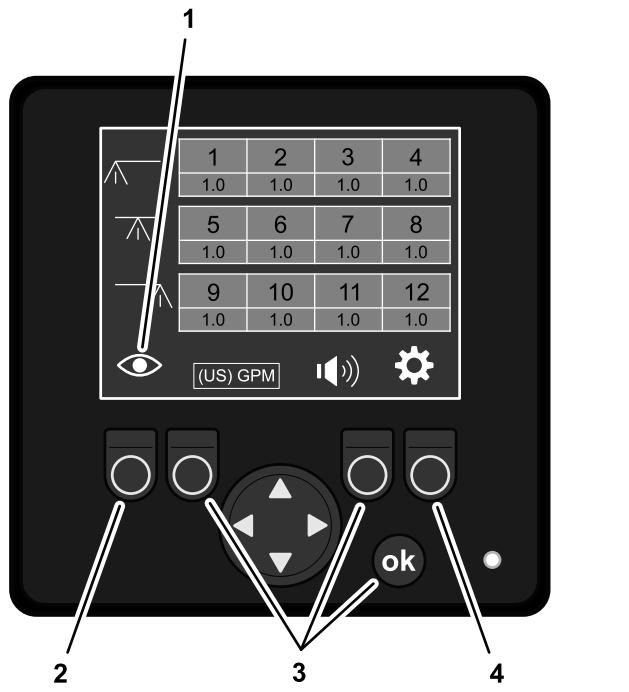

Figure 152
- Quand l'affichage montre un écran de débit, vous pouvez appuyer sur le bouton de fonction 1 (Figure 152) pour alterner entre les écrans suivants.